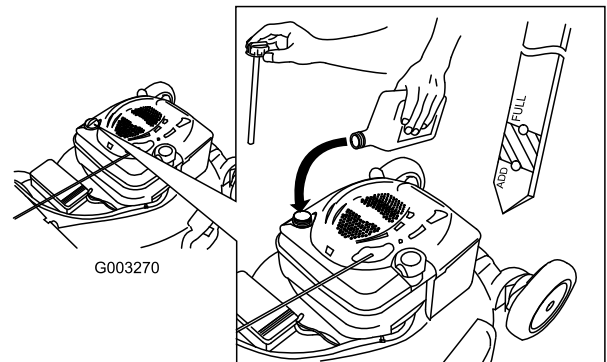

Figura 42
4. Vierta **lentamente** aceite en el tubo de llenado hasta que el nivel llegue a la marca "Full" (lleno) de la varilla (Figura 42). **No llene demasiado.** (Capacidad máxima: 0,59 l (20 onzas), tipo: SAE 30W, aceite detergente con clasificación de servicio API SF, SG, SH, SJ, SL o superior.)